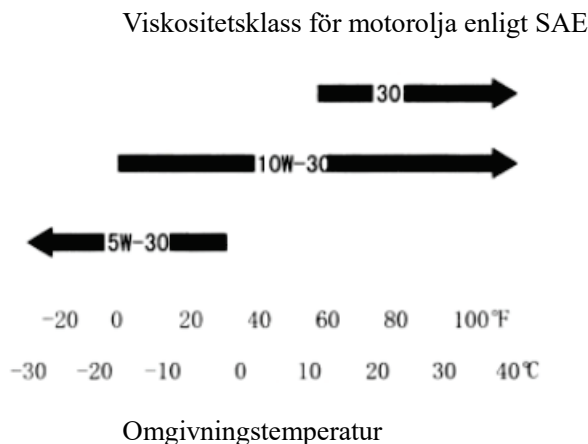

Fig. 4
4.3.3 Den rekommenderade omgivningstemperaturen för maskinen är -15 °C–40 °C. Vi rekommenderar SAE 10W-30 motorolja som motsvarar API-klass SE, SF, och SG. Fig. 4 nedan visar viskositetsklasser för motorolja enligt SAE.
d. Placera bensenmotorn horisontellt och fyll på rekommenderad motorolja till maxmarkeringen på oljemätstickan. Oljetypen som ska fyllas på framgår av fig. 4 ovan.